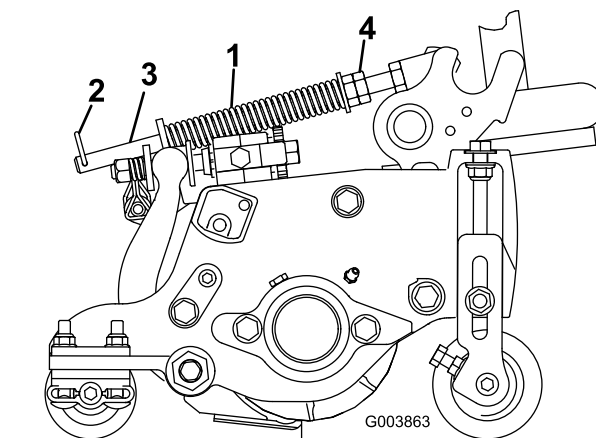

図 14
ターフ補正スプリング（図 14）は、前ローラから後ローラへと、カッティングユニットの体重移動を行います。（これによりユニットを安定させ、いわゆる「波打ったような」仕上がりを（ボビングとかマーセリングといわれる現象）を防いでいます。
1. ヘアピン・コッターがスプリング・ロッドの後の穴に差し込まれていることを必ず確認しておいてください（図 14）。
2. スプリングロッド前部の六角ナットを締めて、スプリング（圧縮状態）の長さが15.9 cm になるようにする（図 14）。